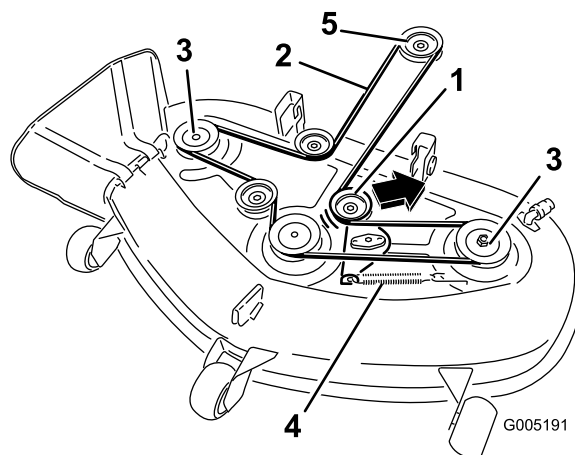

Figure 54
5. Tirez la poulie de tension dans la direction indiquée (Figure 54) et retirez la courroie des poulies.
6. Acheminez la courroie neuve autour de la poulie du moteur et des poulies du tablier de coupe (Figure 54).
7. Tirez la poulie de tension dans la direction indiquée à la Figure 54 et acheminez la courroie autour de la poulie de tension (Figure 54).